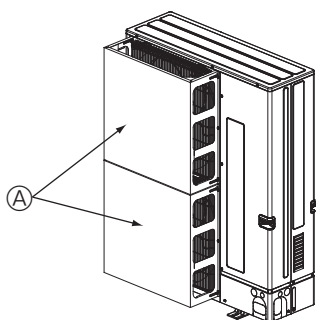
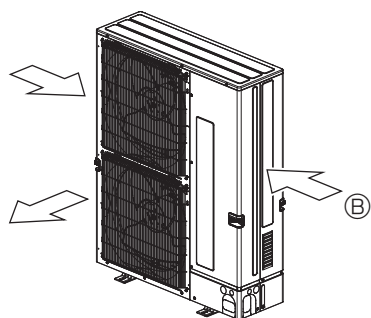

Fig. 2-5
Fig. 2-6
- ② Zainstalować opcjonalną zabezpieczającą kierownicę powietrza w przypadku, gdy jednostka zewnętrzna jest zainstalowana w miejscu, w którym silny wiatr, np. tajfun, może bezpośrednio działać na wylot powietrza. (Fig. 2-5)
- ④ Zabezpieczająca kierownica powietrza
- ③ Jeśli to możliwe, należy tak ustawić jednostkę zewnętrzną, aby kierunek wylotu powietrza był prostopadły do kierunku wiatru w danej porze roku. (Fig. 2-6).